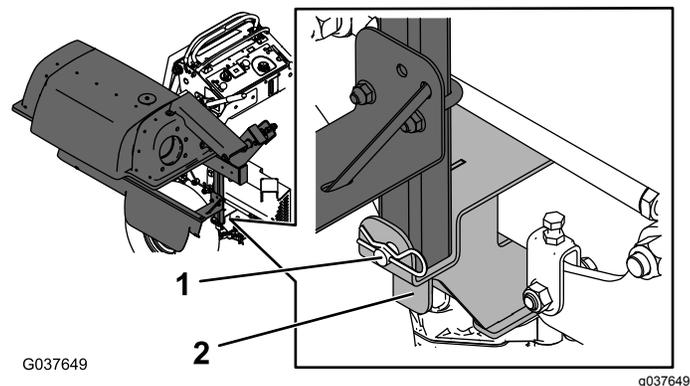

Figure 15
3. Fixez le côté inférieur avant du cadre du système de ramassage au support de la transmission à l'aide d'un axe de chape et d'une goupille fendue (Figure 15)..